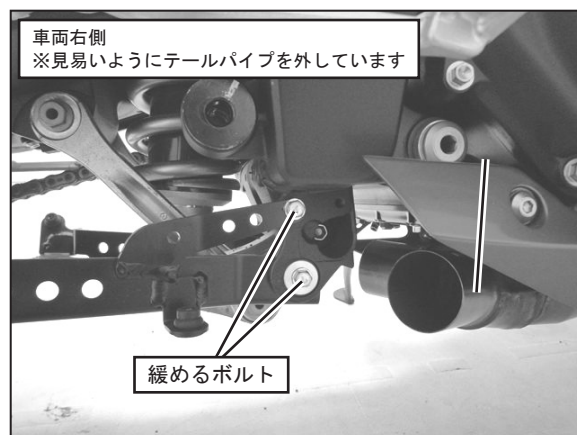

FIG. 21
17. 純正アンダーカウル装着車両は、カウルを留めているステーの左右のボルトを緩めて下さい。次に、ステーにアンダーカウルを取り付け、アンダーカウルがテールパイプに干渉しない位置でボルトを締め付けて下さい。(FIG. 21, 22, 23, 24参照)